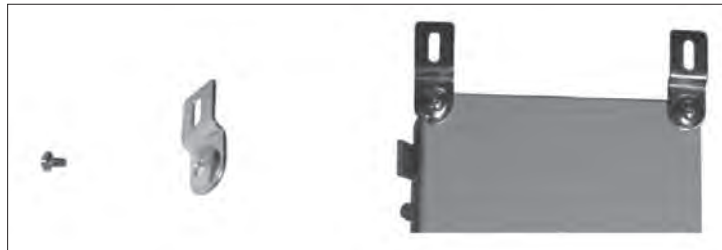

Figura 4: Montaje de la Caja
1. En las cajas para exteriores, fije los soportes de montaje a la parte posterior de la caja con los cuatro tornillos suministrados tal como se muestra en la Figura 4.